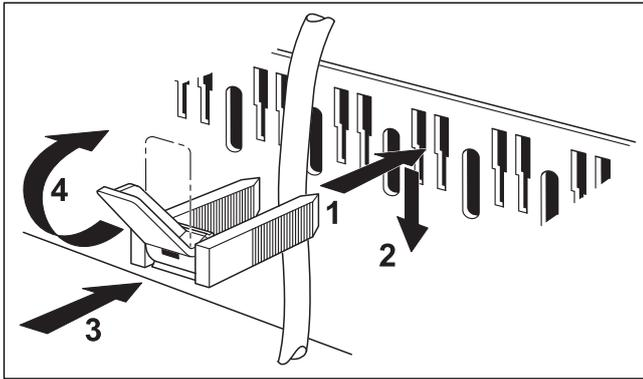

Рис. 14 Крепление провода хомутом
- Все провода закрепить хомутами (→ рис. 14):
- Вставить хомут с проводом сверху в шлицы рам-ки (→ рис. 14) ; пластинка рычага должна быть при этом направлена вверх (→ рис. 14, [1]).
- Сдвинуть хомуты вниз (→ рис. 14, [2]).
- Нажать на хомут (→ рис. 14, [3]).
- Повернуть рычажок вверх (→ рис. 14, [4]).